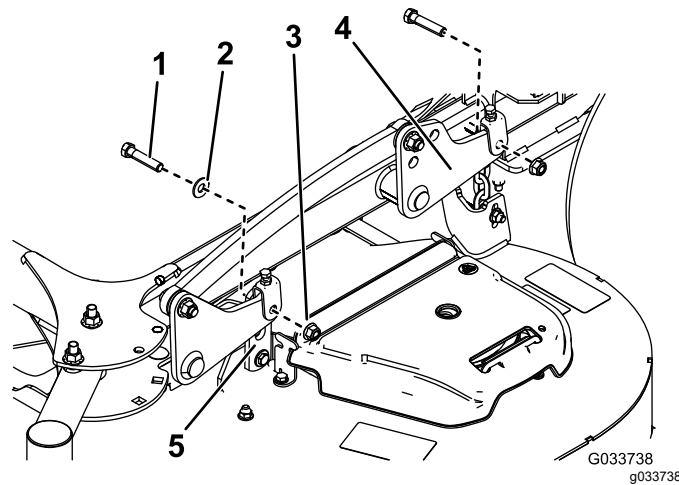
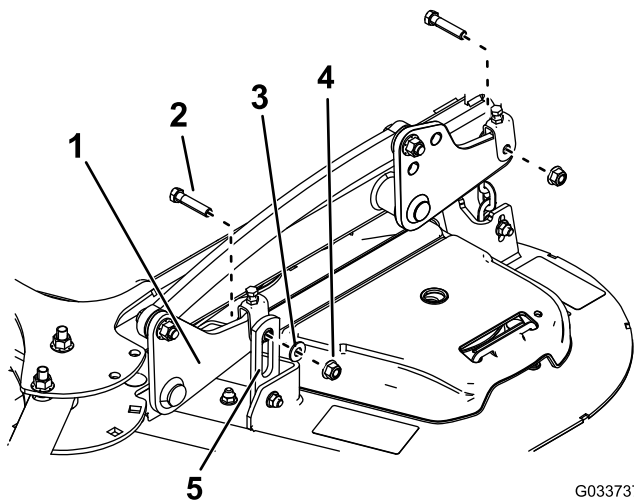

Figure 86
Figure 85
5. Retirez les 2 boulons, les 2 écrous et la rondelle qui fixent les pattes de support du tablier aux plaques de levage des deux côtés du tablier de coupe (Figure 85 et Figure 86).
Remarque: Pour les les tabliers de 132 cm (52 po), montez les pattes de support avant à l'extérieur des bras de levage avant (Figure 85). Pour les les tabliers de 152 cm (60 po), montez les pattes de support avant à l'intérieur des bras de levage avant (Figure 86).